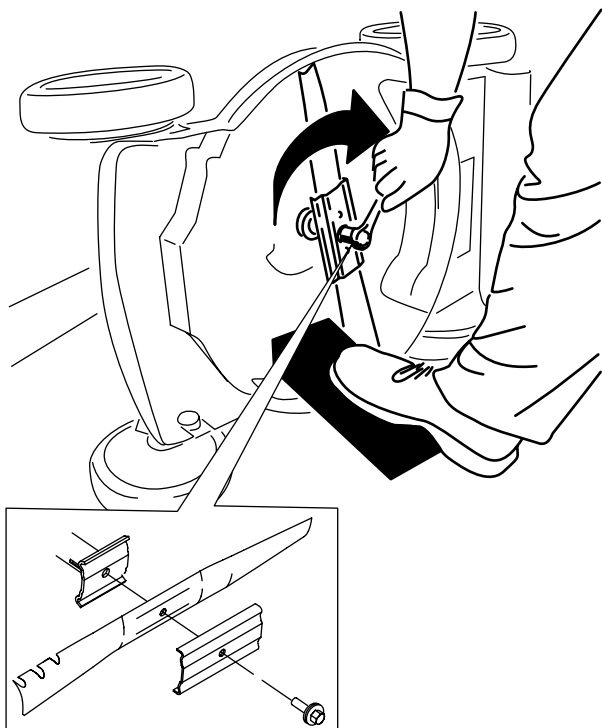

Figure 25
5. Montez la nouvelle lame et toutes les fixations (Figure 25).